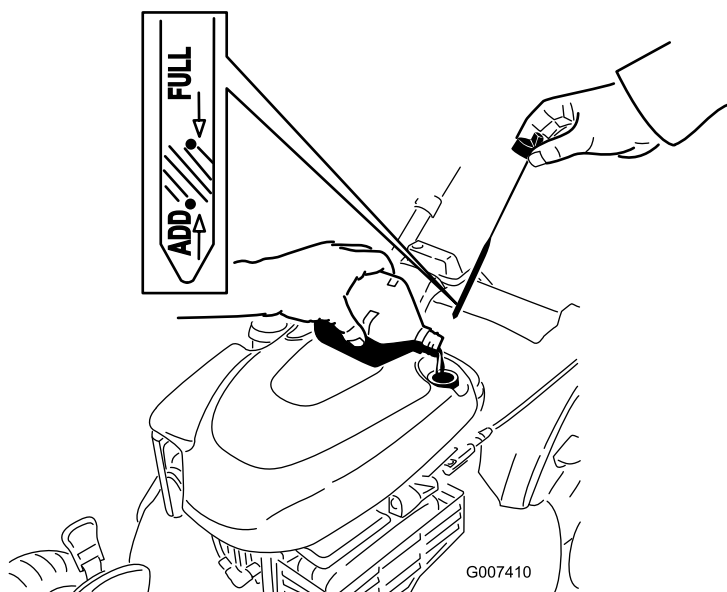

Figure 44
12. Sortez de nouveau la jauge et contrôlez le niveau d'huile ; voir Figure 44.